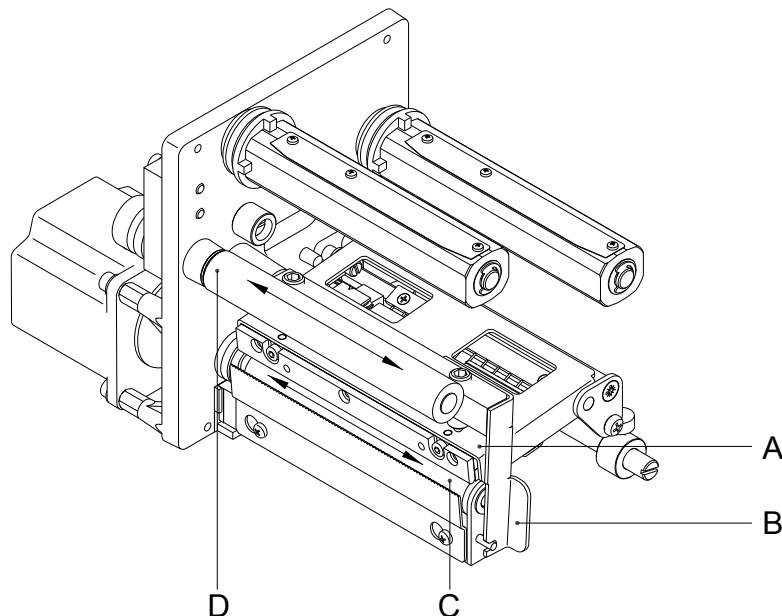

Abbildung 2
2. Andruckhebel (B, Abbildung 2) gegen den Uhrzeigersinn drehen, um den Druckkopf zu entriegeln.